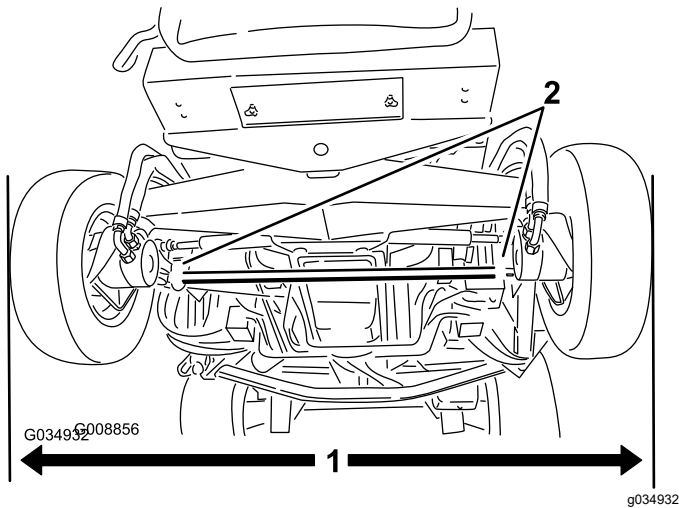

Figura 117
1. Con las ruedas traseras enderezadas, mida la distancia exterior (a la altura del eje) en la parte delantera y trasera de las ruedas traseras (Figura 117).
2. Para ajustar la convergencia, afloje las abrazaderas en ambos extremos de las bielas (Figura 117).